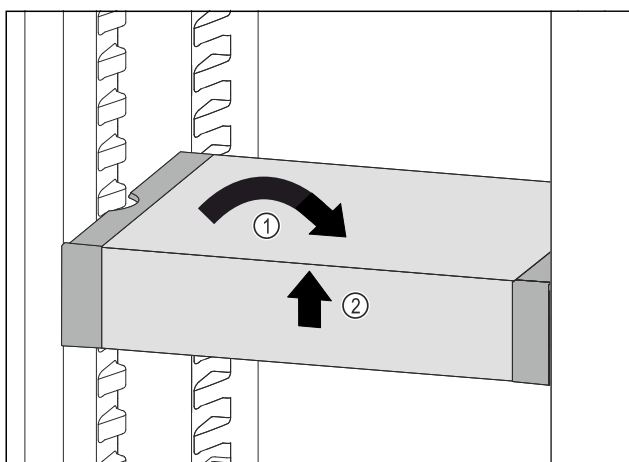

Fig. 70
- Poziționați drept VarioSafe. Fig. 70 (1)
- Ridicați în față VarioSafe. Fig. 70 (2)